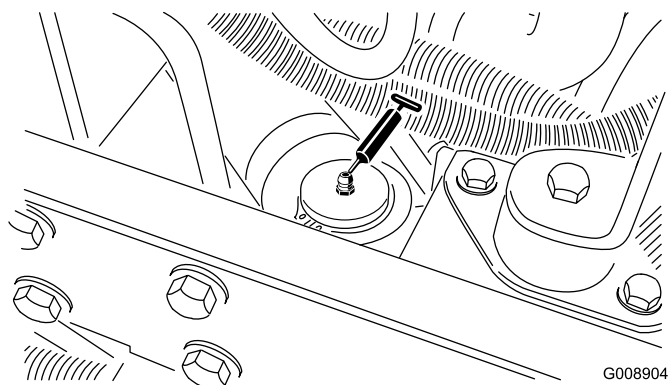

Figura 54
- Cilindro da direcção (Figura 54).